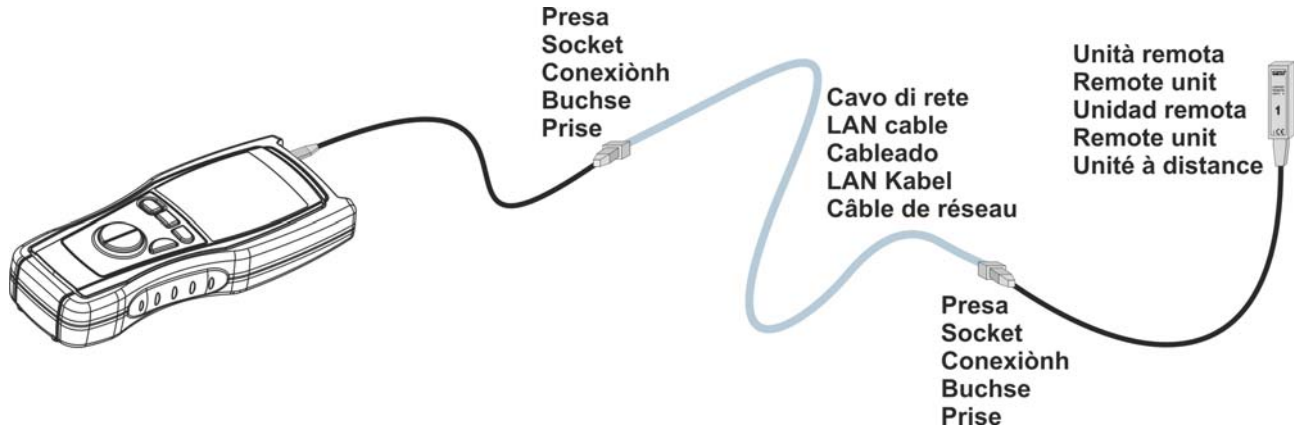

Fig. 8 : Connexion des bornes de l'instrument dans l'essai LAN
4. Connecter l'instrument à une extrémité du câble sous test et à l'autre l'une des unités à distance en utilisant, si nécessaire, les petits câbles de dotation (voir Fig. 8).